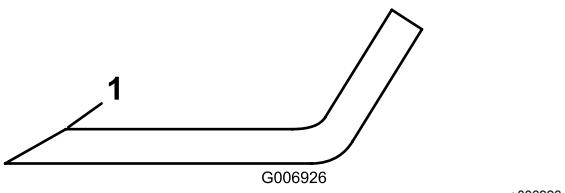

Figura 97
- Controllate i taglienti di tutte le lame, e affilatevi se fossero ottusi o scheggiati. Affilate soltanto la parte superiore del tagliente e mantenete l'angolo di taglio originale per garantire l'affilatezza (Figura 97).
- Se smussato o scheggiato, affilate soltanto la parte superiore del tagliente e mantenete l'angolo di taglio originale (Figura 97).